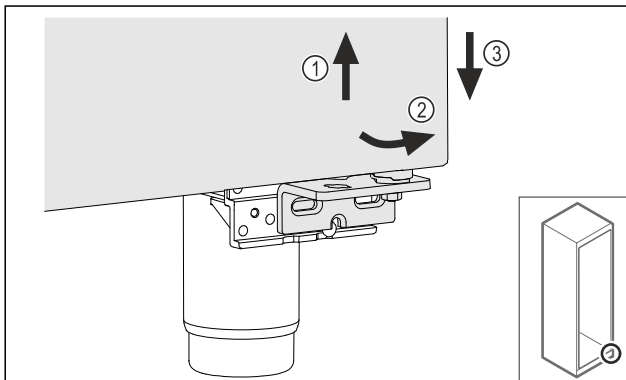

Fig. 23
- Løft døren litt Fig. 23 (1), vipp den fremover på den nedre delen Fig. 23 (2) og senk den ned Fig. 23 (3).